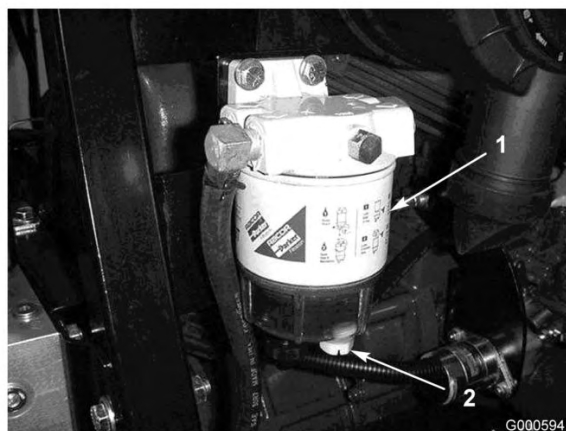

Figura 38
Spurgate ogni giorno l'acqua e altre sostanze contaminanti dal separatore di condensa (Figura 38).
2. Allentate il tappo di spurgo situato nella parte inferiore della scatola del filtro (Figura 38). Serrate il tappo dopo lo spurgo.